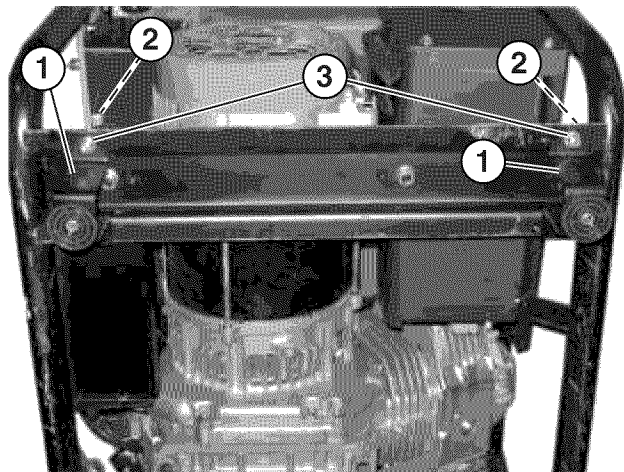

Figura 7 – Ensamble los pies de montaje al bastidor
- Coloque los pies de montaje al bastidor usando los cuatro pernos M6 x 18 mm y las contratuercas de cierre M6 (vea la Figura 7).